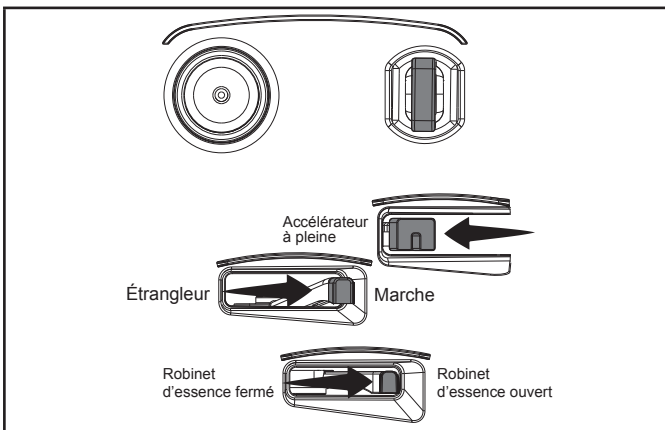

Figure 9
2. Pour démarrer un moteur chaud : (figure 9).